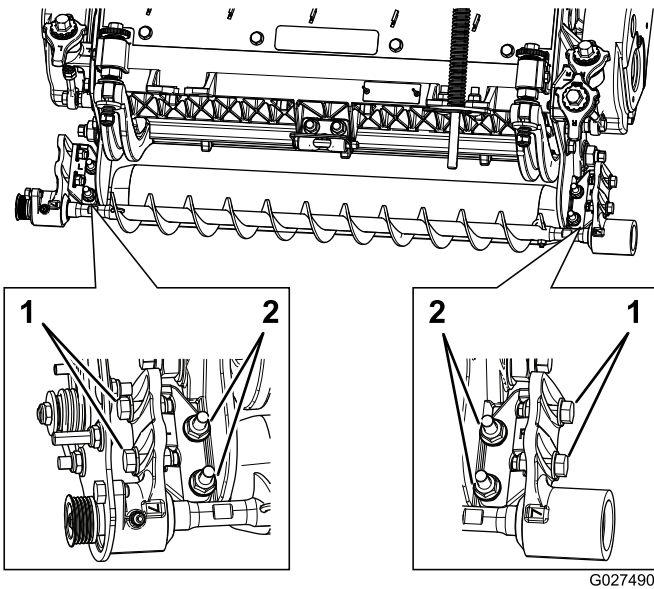

图9
- 松开将滚筒刷安装支架固定到滚刀组侧板上的 2 个凸缘锁紧螺母（图9）。
- 旋转滚筒刷轴承座，直到滚筒刷侧板与滚刀组侧板保持平行（图9）。
- 拧紧将滚筒刷安装支架固定到滚刀组侧板上的 2 个凸缘锁紧螺母（图9）。
- 松开将每个滚筒刷轴承座固定到滚筒刷安装支架上的 2 个螺栓（图9）。